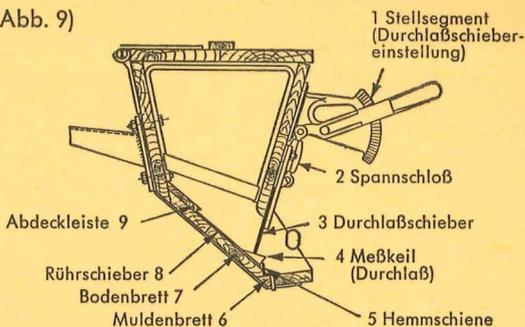

Abb. 9
3. Der Rührschieber Abb. 9/8 ist beim Einlegen mit seiner oberen Kante unter die Abdeckleiste Abb. 9/9 zu schieben.
Einstellen der Streumenge (siehe Abb. 9)
Überprüfen geschieht folgendermaßen: siehe Abb. 9. Durch das Stellsegment (1) ist der Durchlaßschieber in Stellung 6 zu bringen und auf der ganzen Maschinenbreite ein Meßkeil (4) zwischen Durchlaßschieber (3) und Rührschieber (8) zu stecken. Achten Sie bitte hierbei darauf, daß der Rührschieber (8) an allen Stellen gleichmäßig auf dem Kastenboden aufliegt. Bei der ersten Probe macht man zweckmäßig eine Markierung auf dem Meßkeil und überprüft, ob der Abstand zwischen Rührschieber (8) und Durchlaßschieber (3) auf der ganzen Maschinenbreite gleich ist. Bei Abweichungen stelle man durch Verdrehen der Spannschlösser (2) den Durchlaßschieber (3) entsprechend nach.